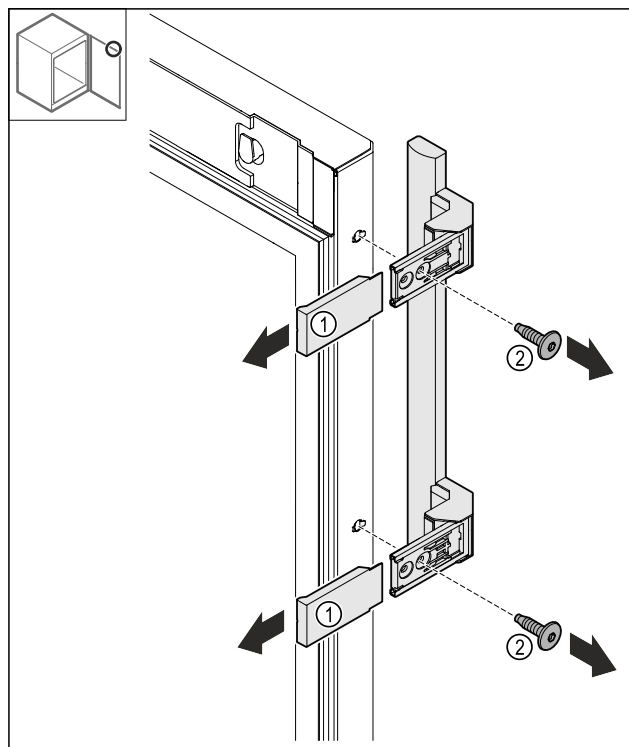

Fig. 16
- Togliere le coperture Fig. 16 (1).
- Allentare le viti Fig. 16 (2).